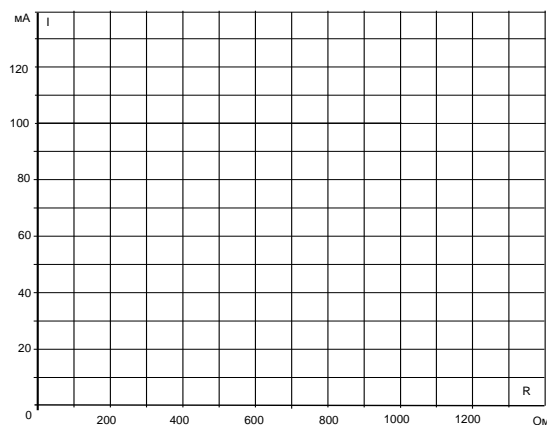

Рисунок 1.5. График зависимостей $I = f(R)$
• Занесите данные измерения токов в табл. 1.3 и перенесите их на график (рис. 1.5) для построения семейства зависимостей $I = f(R)$.